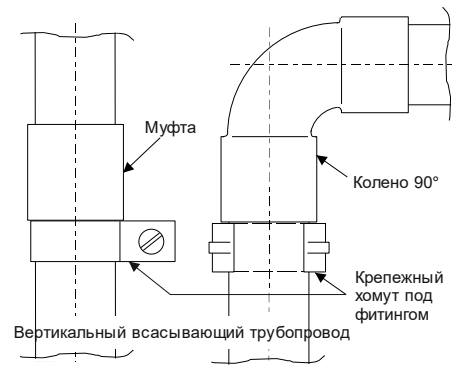

Рис. 35. Вертикальный всасывающий трубопровод
- При вертикальной прокладке трубопровода или его участков (например, в стояке) исключите возможность соскальзывания трубы вниз. Для этого закрепите хомуты непосредственно под фитингами (см. Рис. 35).